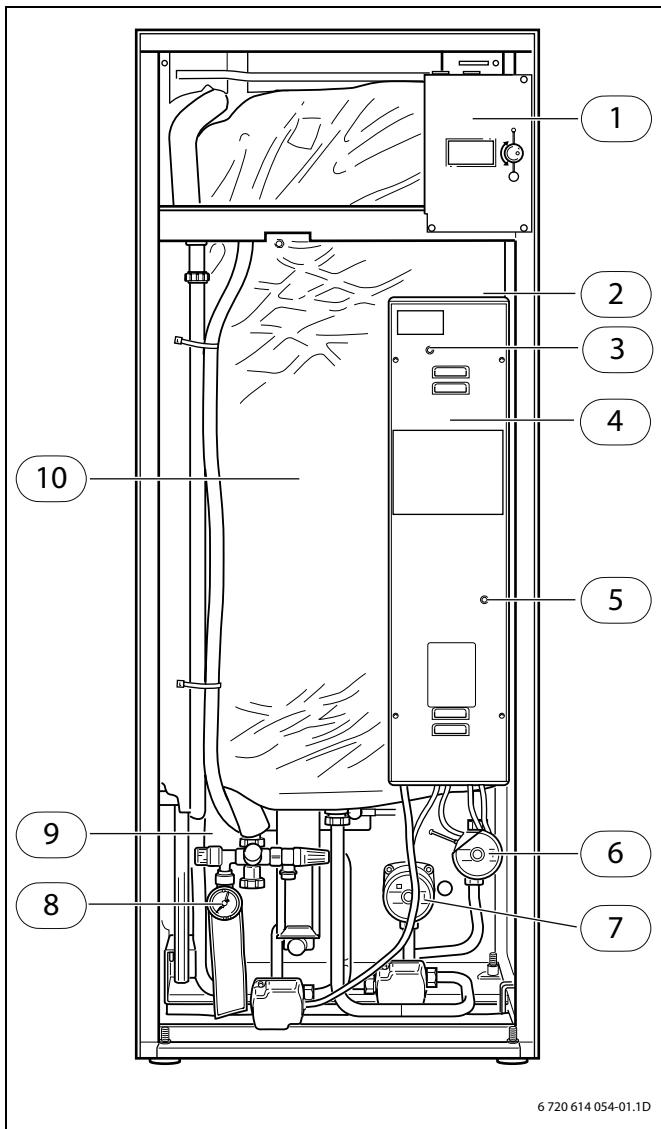

Fig. 1 Innvendig enhet uten deksel
Under isoleringen på toppen av varmtvannsberederen er det montert en vedlikeholdsfree eksternstrømanode. Denne forhindrer korrosjon. Varmtvannsberederen må fylles med vann før at eksternstrømanoden skal fungere. På koblingsskapet finnes det en lysdiode (→ fig. 1, [3], side 5) som lyser grønt eller rødt. **Dioden lyser grønt:** Eksternstrømanoden er i drift og fungerer feilfritt. **Dioden lyser rødt:** Når dioden lyser rødt i mer enn 10 timer, finnes det en feil i eksternstrømanoden. Kontakt kundeservice senest innen én uke.
- Overophettingsvernet tilbakestilles ved å trykke hardt på knappen 5 (→ fig. 1, side 5).
På toppen av koblingsskapet til den innvendige enheten finnes det en bryter for nøddrift (→ fig. 1, [2], side 5). Denne bryteren lyser grønt ved normal drift. Nøddriften aktiveres automatisk når ønsket temperatur innstilles på samme tid. Bryteren for nøddrift fortsetter å lyse. Nøddriften kan også aktiveres manuelt. Det gjøres med bryteren. Lampen i bryteren slukker.